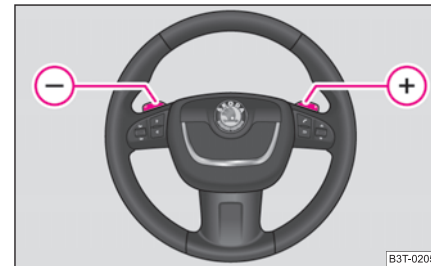

Abb. 136 Multifunktionslenkrad: manuelles Schalten ▶
- Drücken Sie die rechte Schaltwippe (+) ⇒ Abb. 136 zum Multifunktionslenkrad.
- Drücken Sie die linke Schaltwippe (-) ⇒ Abb. 136 zum Multifunktionslenkrad.